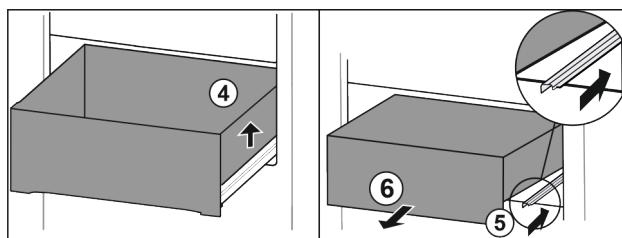

Fig. 32
- Lyft utdragslåda på höger sida. Fig. 32 (4)
- Skjut in höger skena. Fig. 32 (5)
- Ta ut utdragslåda genom att dra den framåt. Fig. 32 (6)